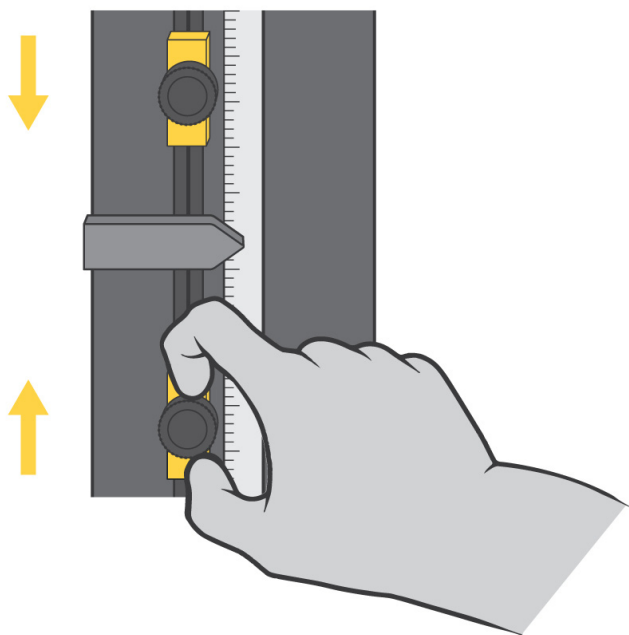

Figura 17. Impostazione degli arresti di fine corsa
Gli arresti di fine corsa della traversa sono due blocchi regolabili montati su un'asta degli interruttori di fine corsa che si trova all'interno della colonna della macchina, come mostrato nella Figura 17 a pagina 98. Gli arresti di fine corsa (1 e 2) hanno viti a testa zigrinata che è possibile serrare e rilasciare a mano e che possono essere spostate in qualsiasi posizione sull'asta del fine corsa. Posizionare questi arresti appena oltre i parametri della prova per impedire che la traversa si sposti eccessivamente. Quando la traversa raggiunge la corsa massima preimpostata, l'attuatore del fine corsa (3) viene a